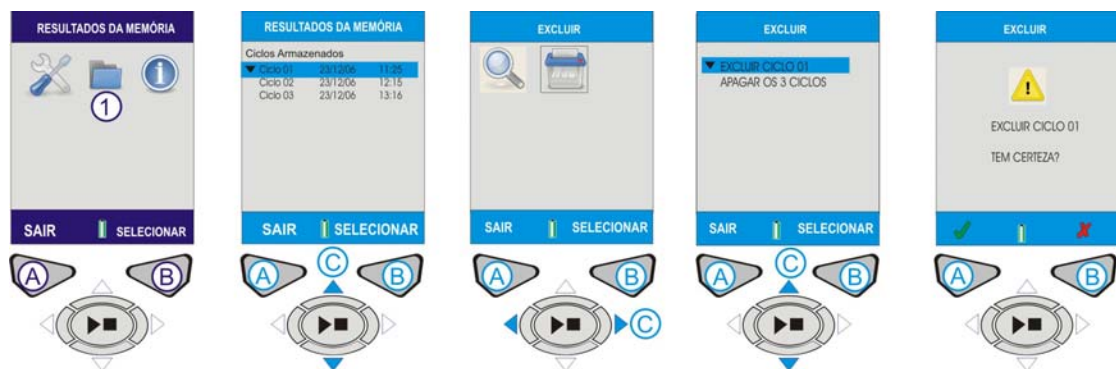

Figura 11 Apagar Resultado de Memória
I. APAGAR RESULTADOS DE MEMÓRIA (Consultar Figura 11)